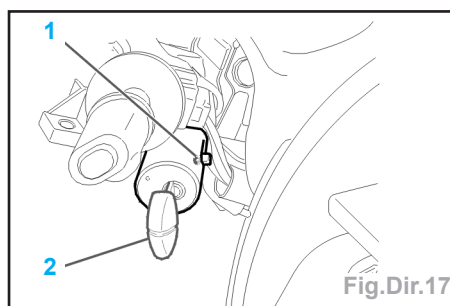

Fig.Dir.17
- Déposer : la vis de fixation (1) (Fig.Dir.17).